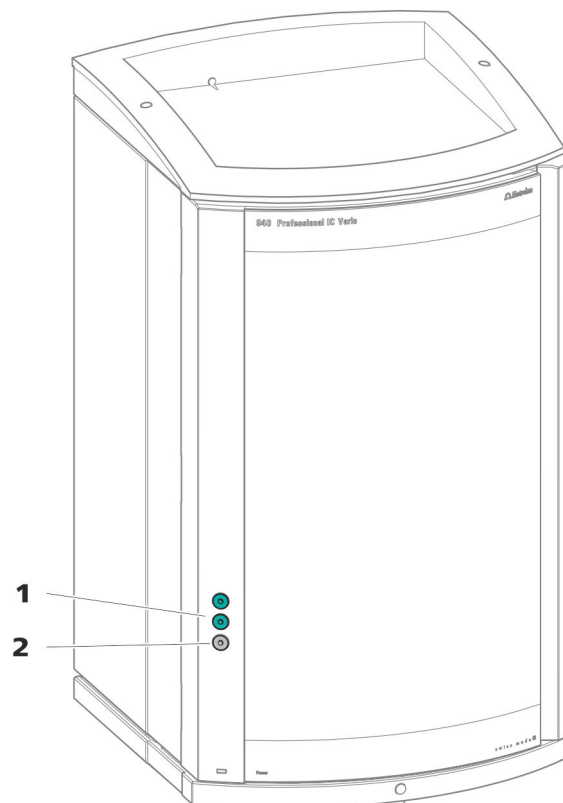

Abbildung 3 Durchführungen an der Tür
- Öffnungen an der Tür (*siehe Abbildung 3, Seite 12*)